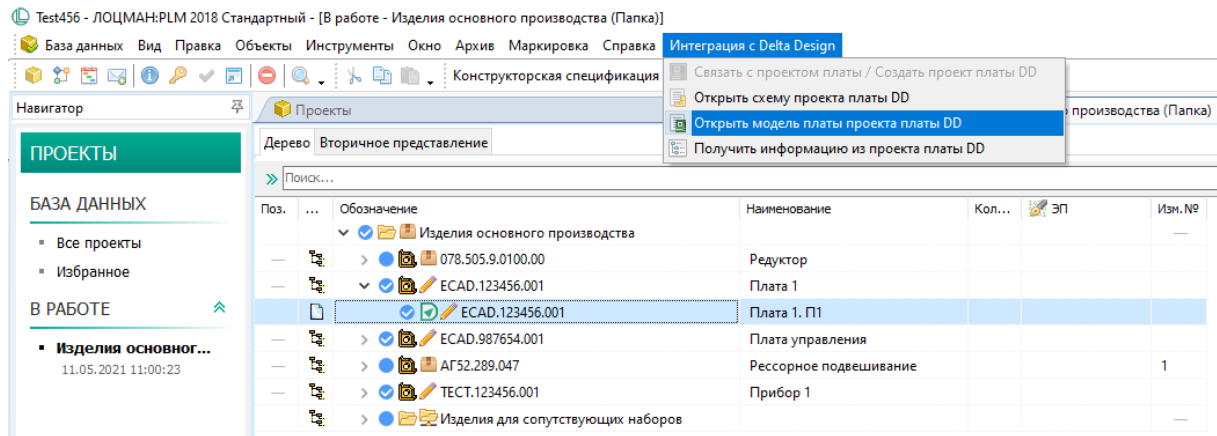

Рис. 10. Выбор документа в ЛОЦМАН:PLM типа «Проект платы DD» и вызов представления модели платы проекта в Delta Design
2. В дереве объектов ЛОЦМАН:PLM перейти к документу типа «Проект платы DD», см. Рис. 10;